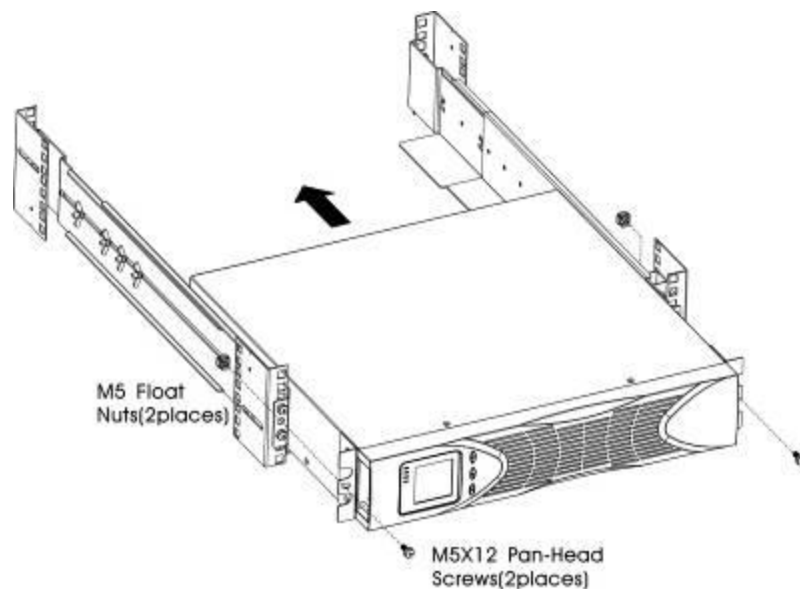

Abb. 7: Befestigung des Gerätes vorne
12. Sichern Sie die USV vorne am Rack unter Verwendung einer M5x12 Schraube und einer M5 Käfigmutter an jeder Seite (s. Abb. 7). Befestigen Sie auch die Schraube an der Unterseite des Gerätes an Montage-Winkel und Rack.